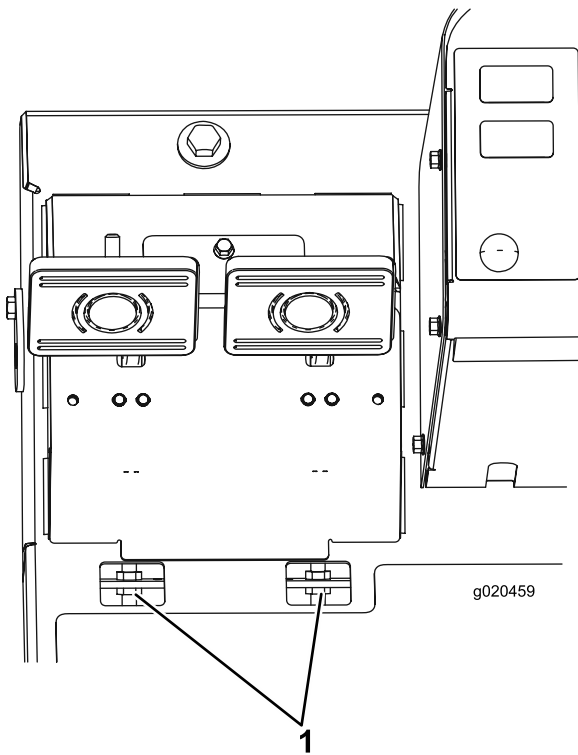

Figure 63
- B. Desserrez l'écrou avant sur l'extrémité filetée du câble de frein (Figure 63).